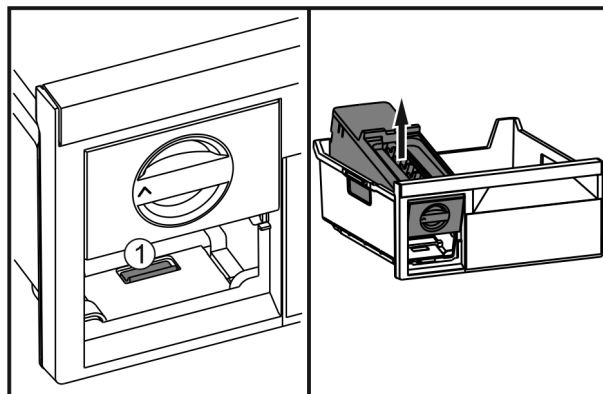

Fig. 30
- ▶ Stlačte západku Fig. 30 (1), EasyTwist-Ice zezadu zvedněte a vyjměte z mrazicí zásuvky.